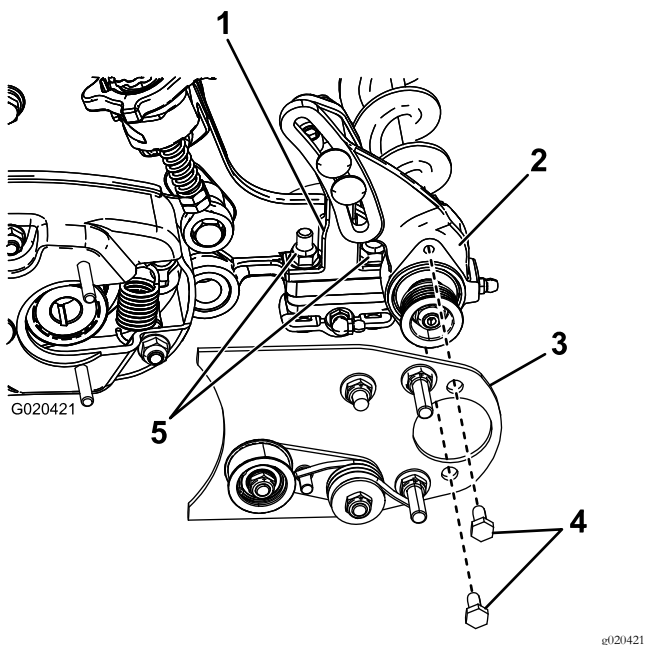

Bild 7
3. Tragen Sie auf die zwei Schrauben (5/16 x 5/8") 242-Loctite (blau) auf und montieren Sie die Bürstenplatte am Lagergehäuse der Rollenbürste mit diesen Schrauben (Bild 7).